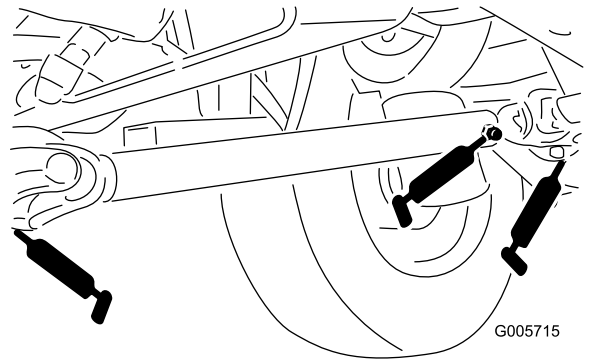

Figure 41
- Arbre de transmission (3) (Figure 41)
- Carter d'embrayage (Figure 41)